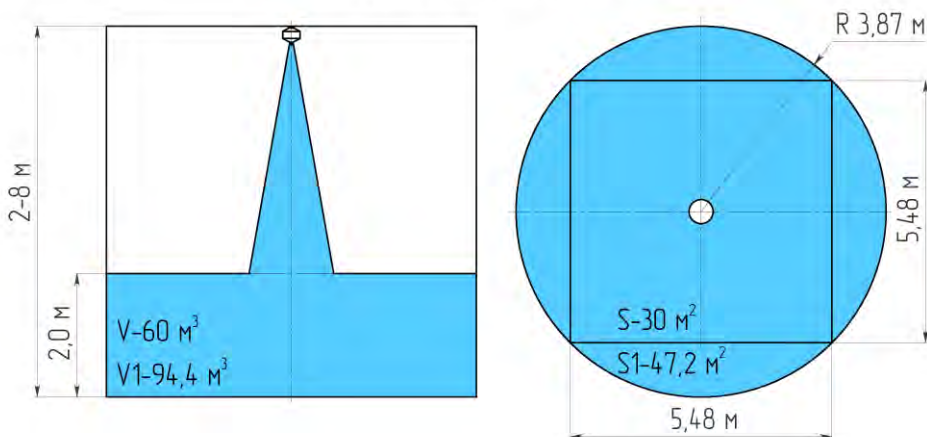

Рисунок 1 – Конфигурация зоны защиты модуля МПП для очагов класса «А»
2.2 Огнетушащая способность и конфигурации распыла порошка МПП «Гранат-6» в защищаемой зоне при тушении очагов пожара классов «А» приведена в табл. 2 и на рис.1.